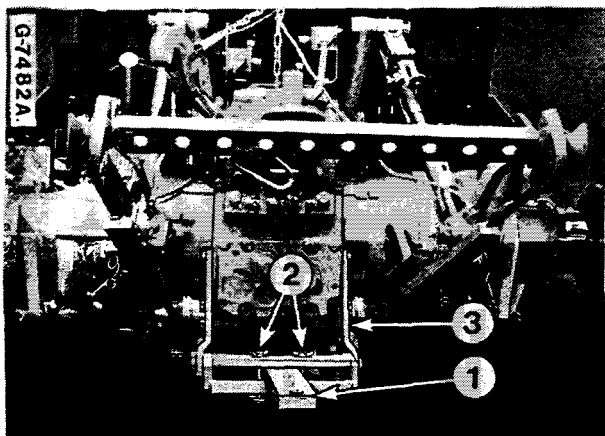

Figure 31
Note : La capacité de charge est limitée à une charge verticale de 1.200 kg. Si la charge sur le bâti d'attelage (1) - Figure 31 - excède cette limite il est nécessaire de le renforcer. Quand des remorques lourdes sont attelées, assurez-vous que la liberté de braquage du tracteur n'est pas réduite. Respectez le code de la route et les consignes de sécurité.